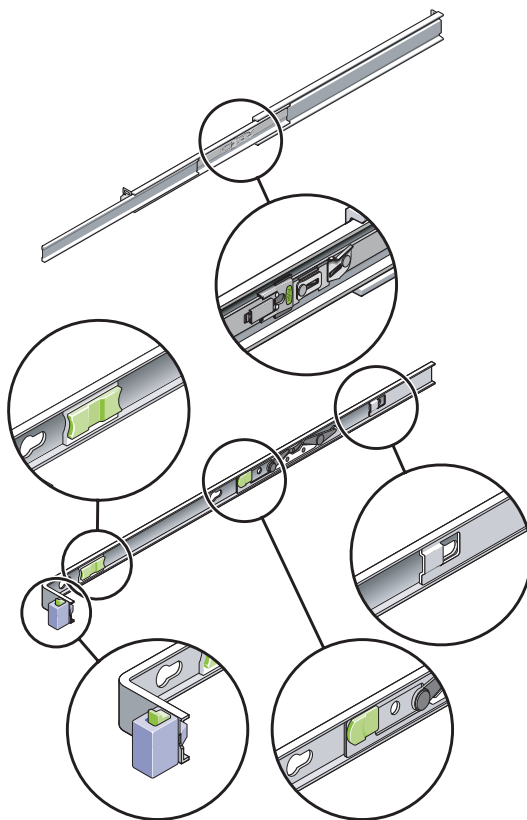

图 2-4 滑轨装置上锁的位置
- 请注意，每个滑轨装置中共有五个锁（图 2-4）。其中四个位于装配托架上，另外一个位于滑轨的前部。